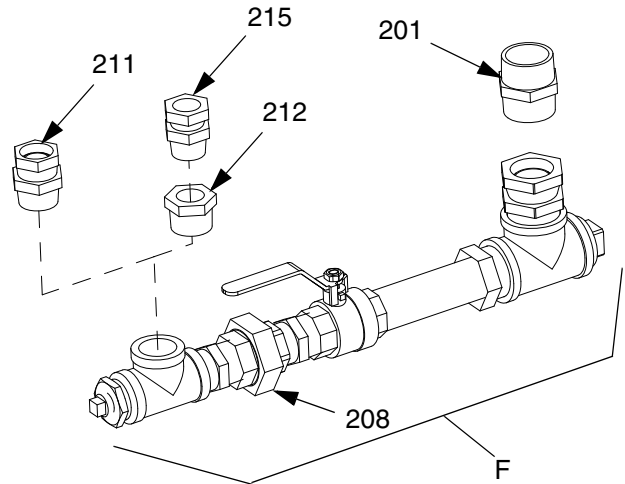

ABB. 7: Materialauslassgruppe an Unterpumpe anschließen
- 4. Verbindungen (208) lockern.
- 5. Drehgelenkfitting (211 oder 215) an Fußventil der Pumpe anschließen. Siehe ABB. 7.
- 6. Rohrdichtmittel auf ein Ende der Nippelgewinde (201) auftragen und dieses Ende in Boden des Trichters (D) installieren.
- Verbindung (208) festziehen und sicherzustellen, dass Materialauslassgruppe ausgerichtet ist. Siehe ABB. 7 auf Seite 10.